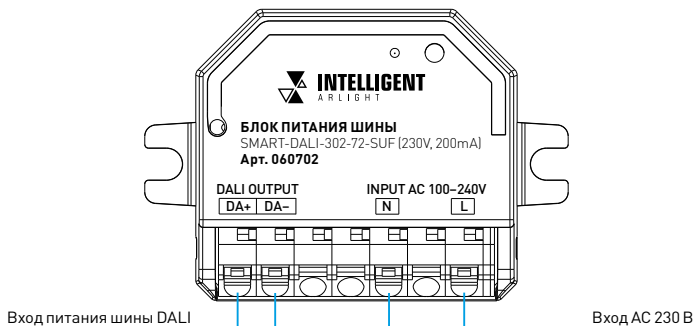
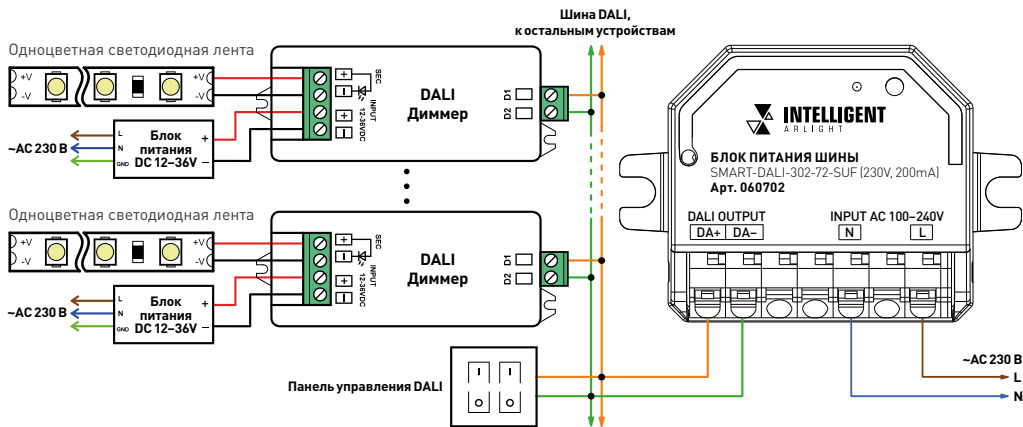

Рис. 2. Назначение клемм
Рис. 3. Схема подключения блока питания
- 3.3. Подключите блок питания согласно рис. 2 и рис. 3.